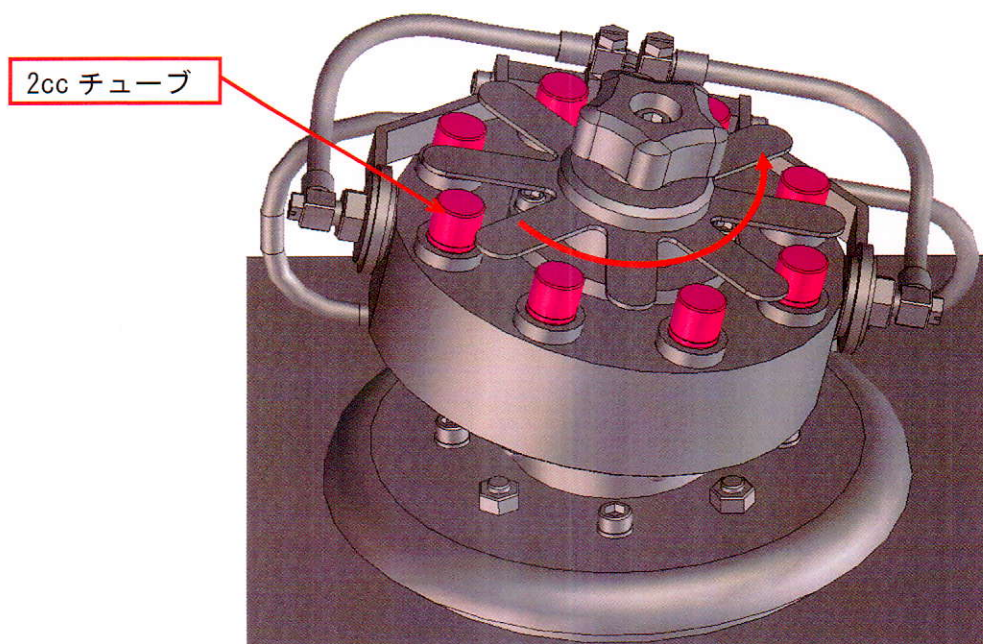

図 4-2. 2cc チューブセット位置 (ホルダー：冷却仕様)
4. 2cc チューブセット穴に 2cc チューブをセットしてください。図 4-2 参照